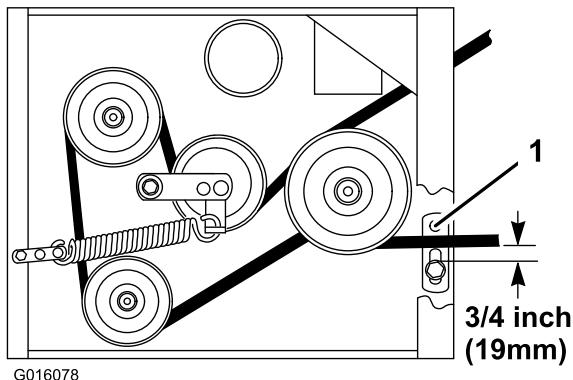

Figura 46
- 8. Verificate la regolazione corretta del guidacinghia sotto il telaio del motore (Figura 46).
Nota: Accertate che la distanza tra il guidacinghia e la cinghia del tosaerba sia di 19 cm quando si innesta la cinghia del tosaerba (Figura 46). Regolate il guidacinghia del tosaerba come opportuno. Se le guide sono regolate correttamente, la cinghia, quando è disinnestata, non dovrebbe opporre troppa resistenza né staccarsi dalle pulegge.